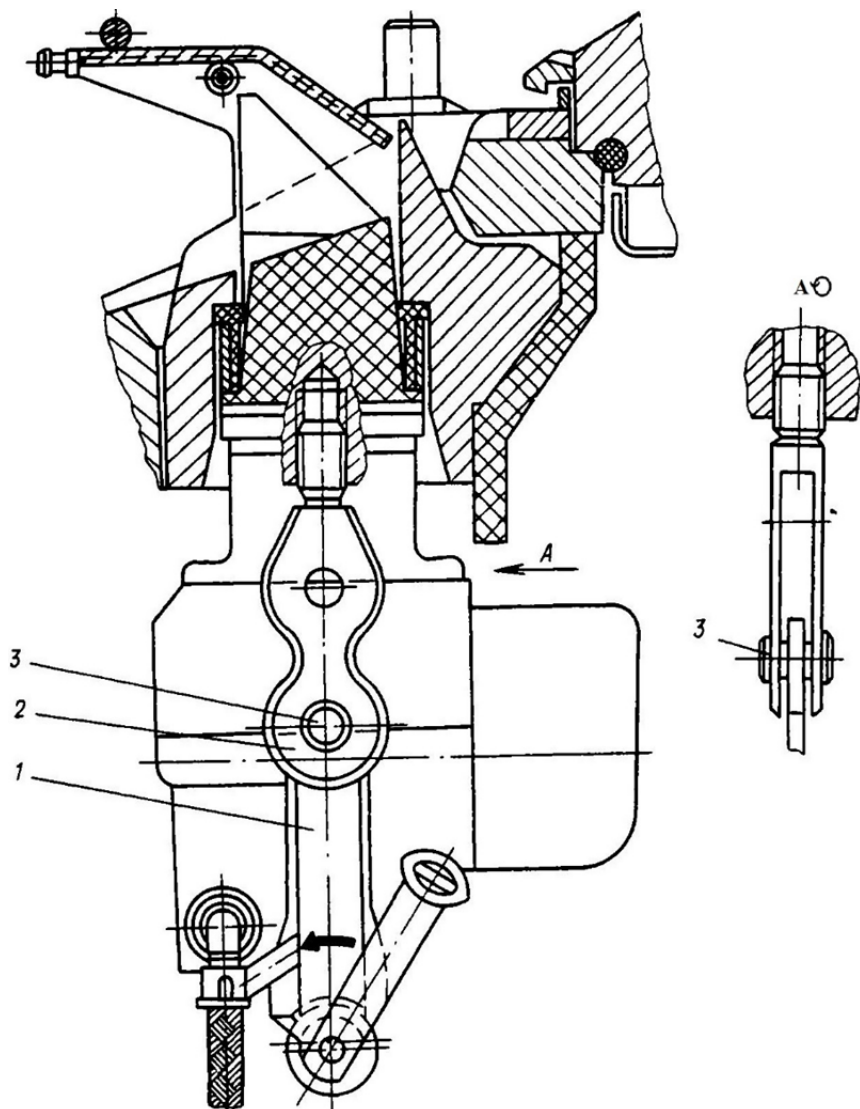

Рис. 3.1. Установка прибора ТВНЕ-4Б «по-боевому»:
– установить зажим 1 (рис. 3.1) в вилках 2 в нижнее положение, закрепив рычаги эксцентрикового зажима пальцами 3;